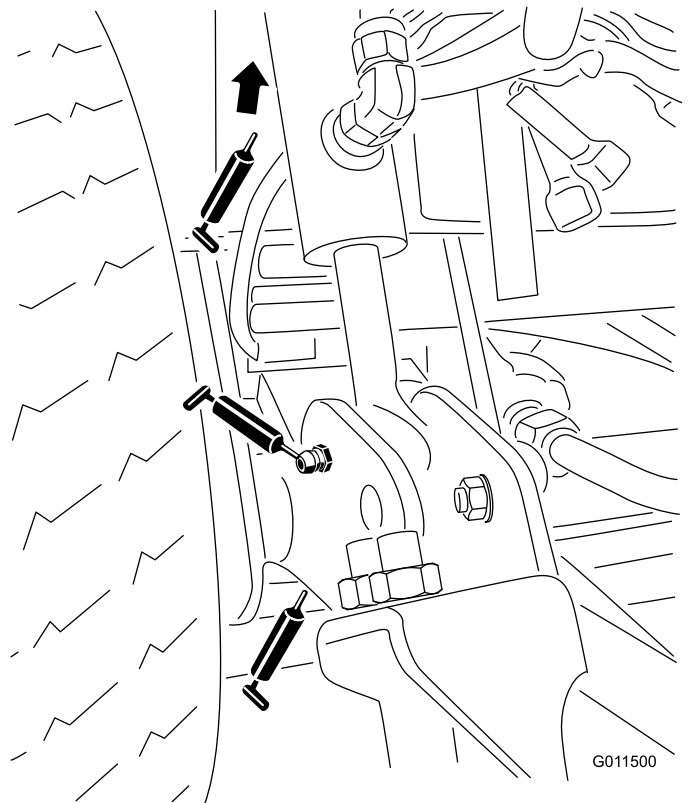

Figura 42
- Casquilhos do braço de elevação (2) (Figura 42)
- Casquilhos do cilindro de elevação (4) (Figura 42)